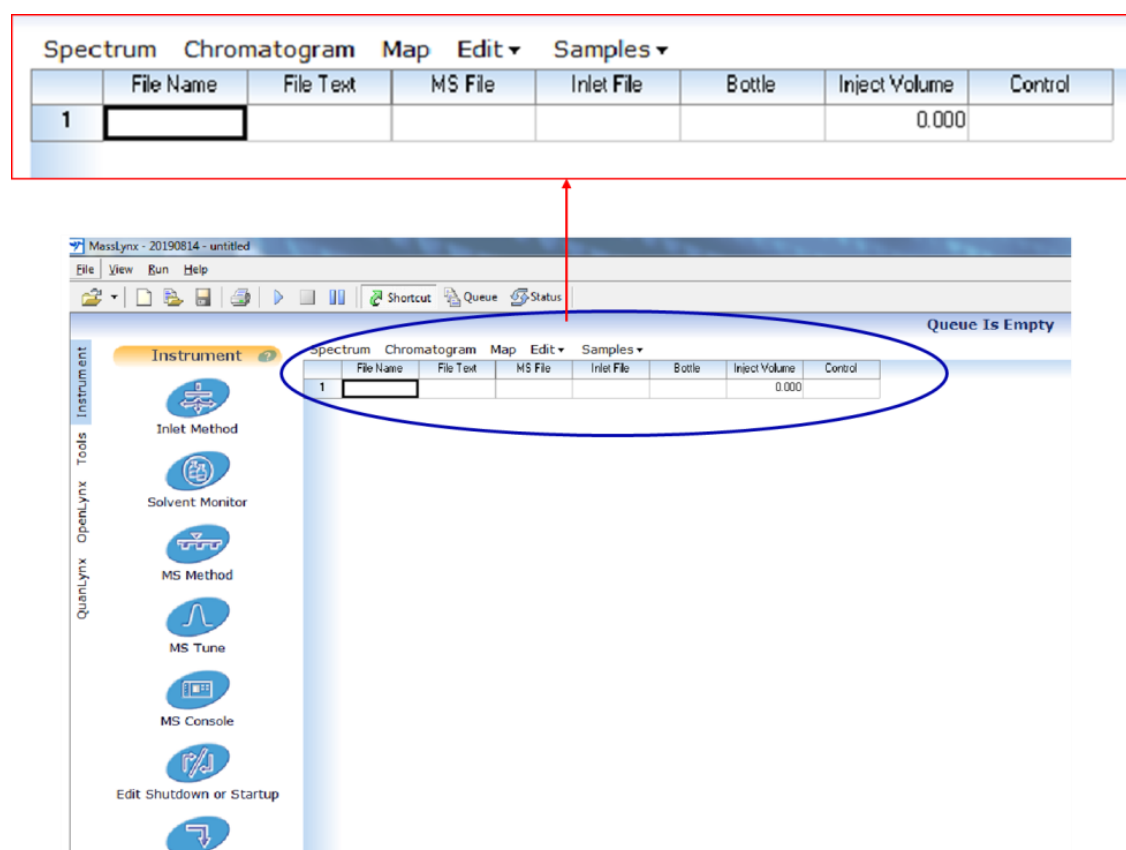

图 6-26
Step1. 回到 Masslynx 主界面, 打开个人进样列表或者新建进样列表 (图 6-26)。进样列表每一行序列共包含: 序列编号, File name, File text, MS File, Inlet File, Bottle, Inject volume 和 Control 共 8 列。选择序列-右键-Add, 可在当前基础上增加数个序列
- ① File name: 必填项, 文件名称, 即某一样品测试所有结果的总文件名。
- ② File text: 选填项, 可输入样品名称或编号等信息;
- ③ MS File: 必填项, 质谱方法文件;
- ④ Inlet File: 必填项, 色谱方法文件;
- ⑤ Bottle: 必填项, 样品瓶位置;
- ⑥ Inject Volume: 必填项, 注入体积;
- ⑦ Control: 选填项。
如图 6-26, 在 Masslynx 操作界面主页, 选中 File name 下方空格, 双击至显示光标, 即可输入文件名。